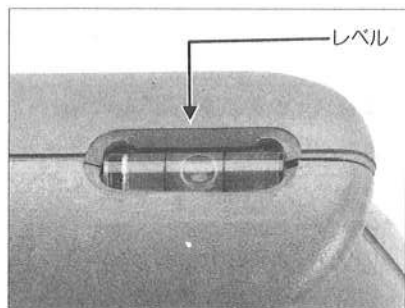

図6
⑥レベルについて
- 本機の上部に液晶のレベルがついています。液晶の玉が中央部の線の中にあるときは水平になっています。目安としてご使用下さい。 図6参照